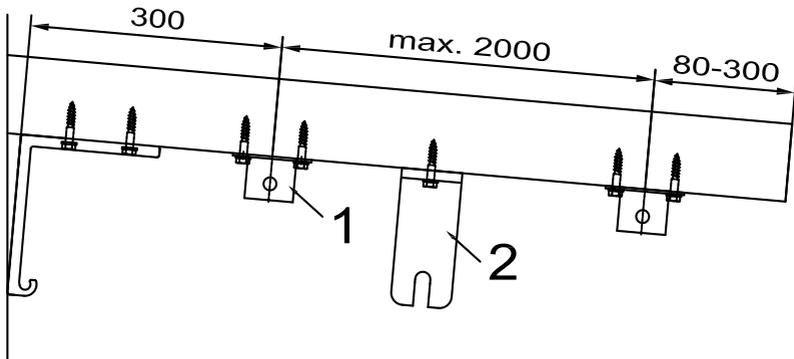

Abb. 7: Abstände Führungsschielenhalter. Weitere Halter gleichmäßig dazwischen aufteilen
- » Zeichnen Sie die Führungsschielenhalter an den Sparren an. (Abstände siehe Abbildung 7).
- » Montieren Sie die Tuchstützdraht-Winkel (2 – Abb. 7 und 8) wie abgebildet Rechts und Links auf den beiden äußeren Sparren in der Mitte des Markisen-ausfalls.
- » Das Befestigungsmaß Mitte Loch der Führungsschienenhalter (A) ist auch das Befestigungsmaß Mitte Loch der Tuchstützdraht-Winkel (B).